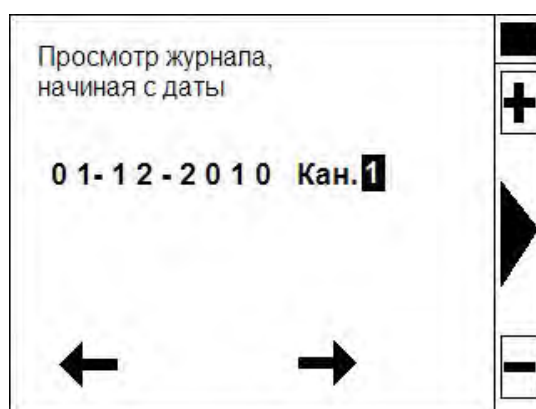

Рисунок 9 — Экран ЖКИ в режиме «Выбор начальной даты показа журналов»
3.4.5.1 После активации в «Главном меню» строки «Журналы» на экране появляется меню «Выбор начальной даты показа журналов» (рисунок 9).